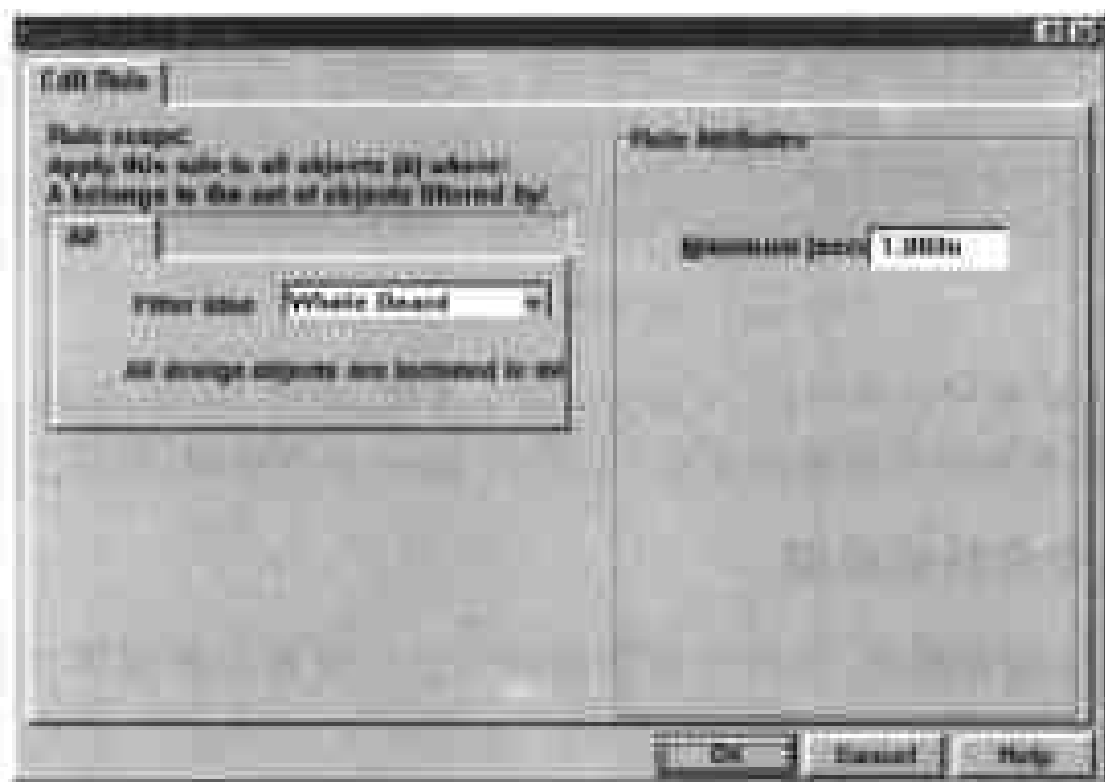

图 9-44 设置上升沿信号的传输延迟时间
(1) 选择 Design > Rules,在弹出的 Design Rules 对话框中单击 Signal Integrity 标签,然后在对话框的 Rule Classes 列表框中单击 Flight Time-Rising Edge,此时对话框下部的方框中只包含 Scope 和 Maximum 两个栏目。
(2) 单击 Add 命令按钮,弹出如图 9-44 所示的对话框,供用户设置新规则。